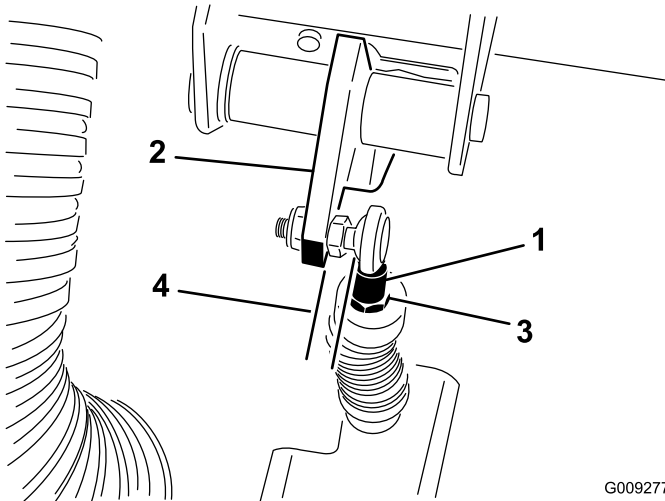

Figura 66
**Importante:** Asegúrese de que la rótula de la varilla está situada correctamente en la bola, sin estar torcida, y que permanece paralela al pedal del embrague después de apretar la contratuerca (Figura 66).